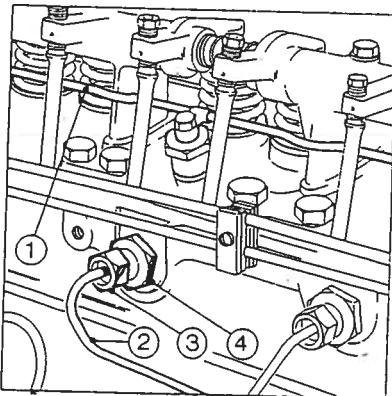

Fig. 20 Dyser og rør
- holder røret til dysene (fig. 20).
- Slakk på mutrene til dysens oljetetning (fig. 20) og ved å skru adaptermutrene til brennstoffinntaket av kan adapterne fjernes fra dysene.